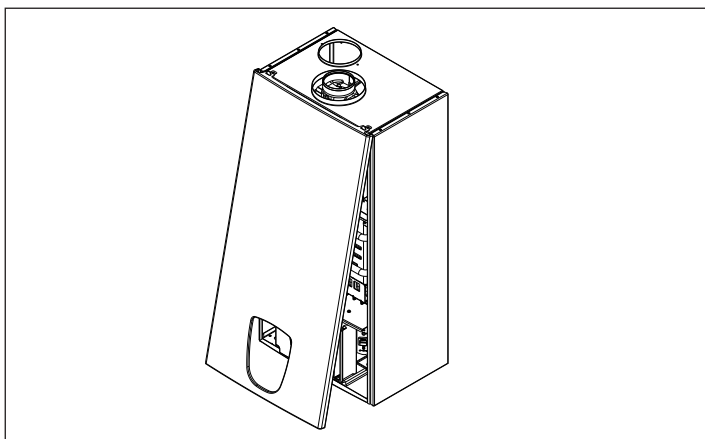

Fig. 21 - Smontaggio del mantello
- Togliere il mantello svitando le viti di fissaggio poste nella parte inferiore dello scaldabagno e sganciando il mantello nella parte superiore (Fig. 21)
Smontaggio del mantello (Fig. 21)